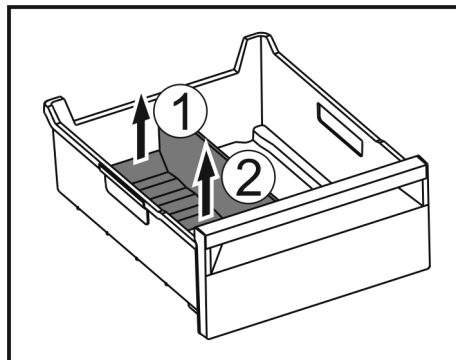

Fig. 237
- Приподнимите заднюю часть разделителя отделения для льда. Fig. 237 (1)
- ▶ Извлеките разделитель отделения для льда движением вверх. Fig. 237 (2)